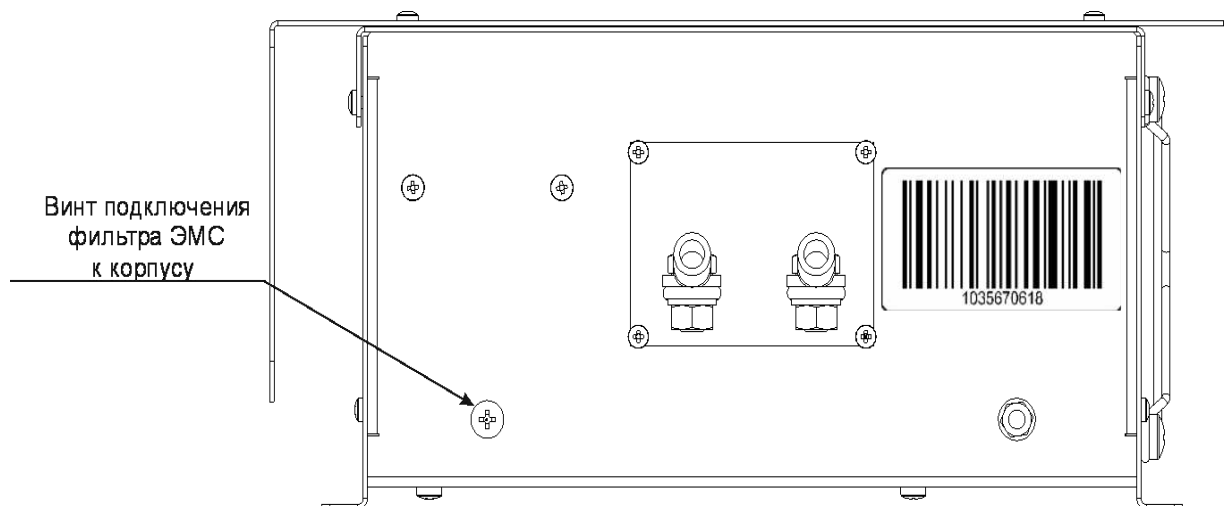

Рис. 2 ИС1-24-2000 Р
- 6.6. Подключение преобразователя производится в следующем порядке согласно Рис.2:
- подсоедините преобразователь к аккумулятору с помощью штатных питающих кабелей через проходной предохранитель, расположенный непосредственно на плюсовой клемме аккумулятора (номинал предохранителя указан на Рис.2).